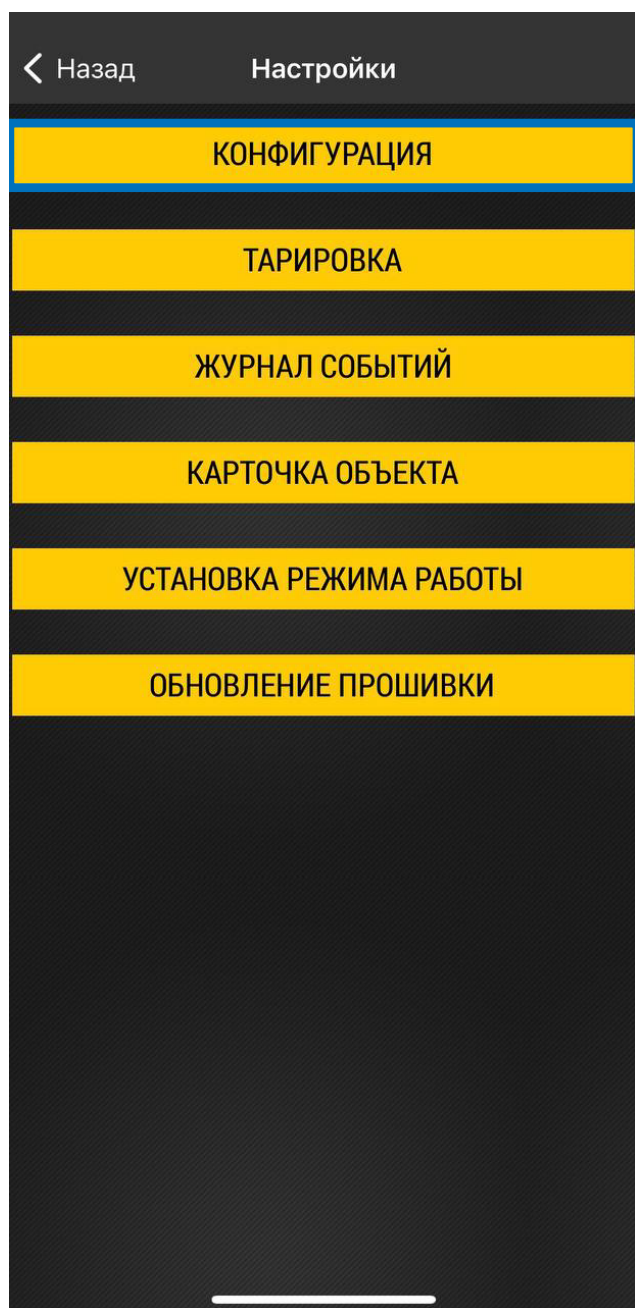

Рис.14. Главное меню.
- Выберите «Конфигурация» в Главном меню (Рис.14). Откроется экран с настройками датчика.